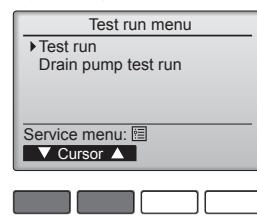

Fig. 6-4
④ Выберите режим “Test run” (Тестовый прогон) кнопкой F1 или F2, затем нажмите кнопку ②. (Fig. 6-4)